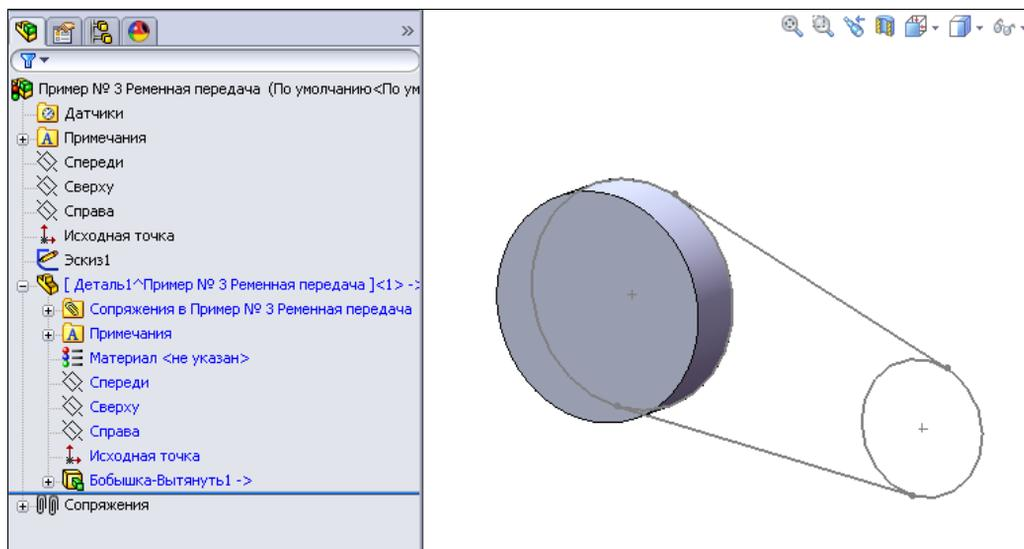

Рис. 6.67
4. Не выходя из эскиза, нажмем кнопку  — **Вытянутая бобышка/основание** и вытянем эту окружность на 15 мм. В результате появится объемное изображение заготовки шкива со всеми этапами построения этой детали (рис. 6.67).